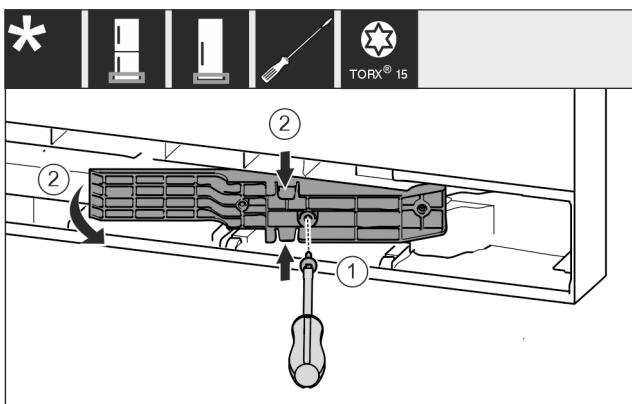

Fig. 18 \*
- Vijake odvijte z izvijačem T15. Fig. 18 (1)\*
- Izvlecite prilagodilnik. Fig. 18 (2)\*